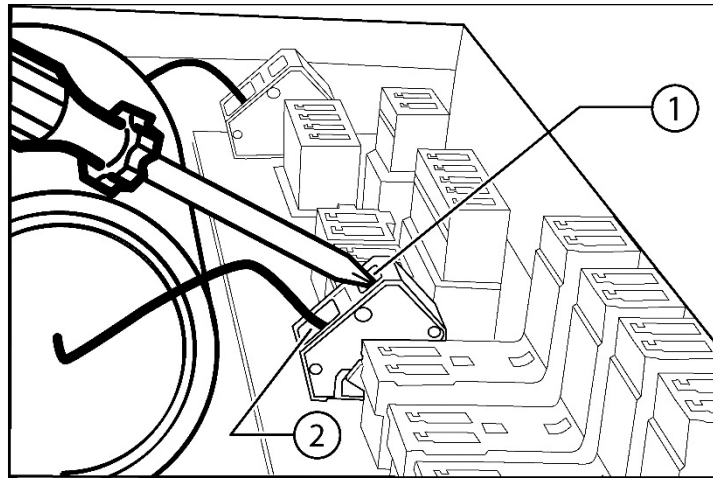

Рисунок 10.1 – Операции при замене батареи. 1 – вставить отвертку в паз и ослабить крепление зажима вывода батареи; 2 – вынуть вывод батареи.
- с помощью тонкой отвертки ослабить крепления зажима выводов батареи и вынуть батарею (см. рисунок 10.1);